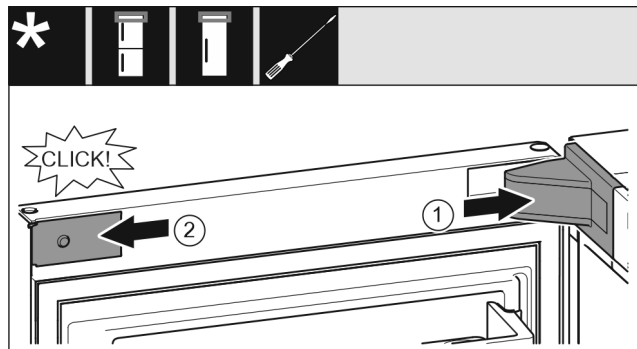

Fig. 20
- Nasadíte a zaklapnete kryt stojanu ložiska, příp. opatrně odtlačíte od sebe. Fig. 20 (1)
- Z boku nasadíte zásepku a zaklapnete. Fig. 20 (2)